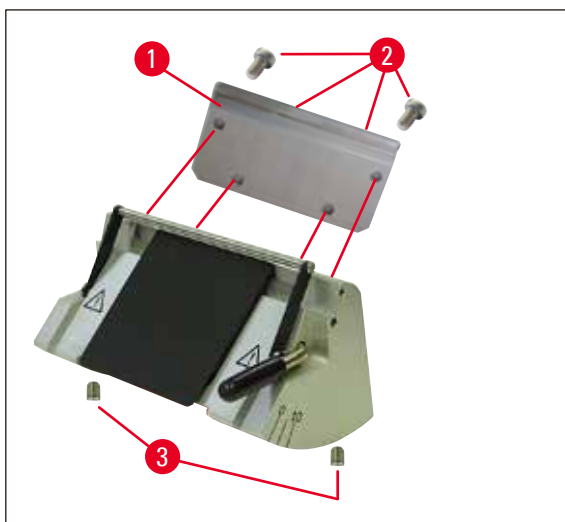
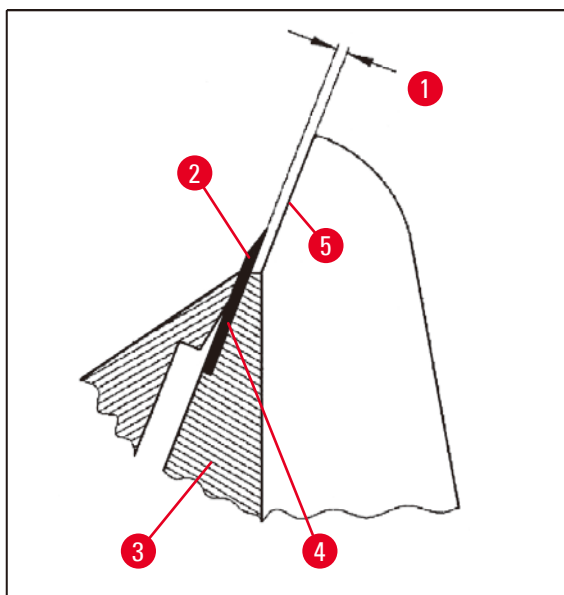

Fig. 34
Fig. 35
- Ved montering må det påses at den øvre kanten av trykkplaten (→ Fig. 40-4) står parallelt og i flukt med den øvre kanten av den bakre trykkplaten (→ Fig. 40-2) (se også (→ side 46 – Fig. 34), (→ side 47 – Fig. 35)). Juster trykkplatene om nødvendig (→ side 50 – 5.9.10 Oversikt – tilbehør).